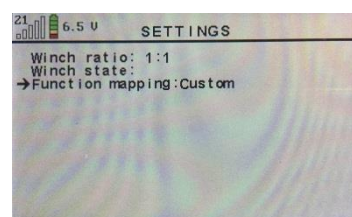

Abbildung 17
- Anschließend **Settings** öffnen, indem Sie auf ( ✓ ) drücken und mit der Taste ( ▼ ) auf **Function Mapping** gehen. (Siehe *Abbildung 17*).
- Schalten Sie anschließend mit Hilfe der Taste ( ► ) die Funktion auf **Custom**. (Siehe *Abbildung 17*).